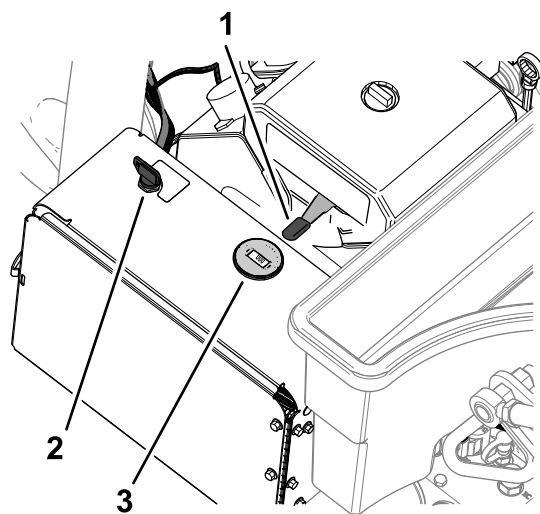

Bild 71
2. Stellen Sie den Gasbedienungshebel (Bild 71) auf die LANGSAM-Stellung.